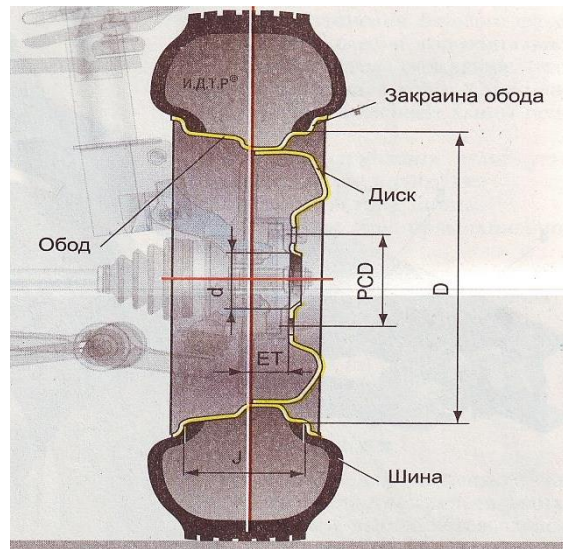

Рисунок 5.24 – Общее устройство колеса легкового автомобиля:
5.4.1. Колесо состоит из диска с ободом и шины (рис. 5.24).